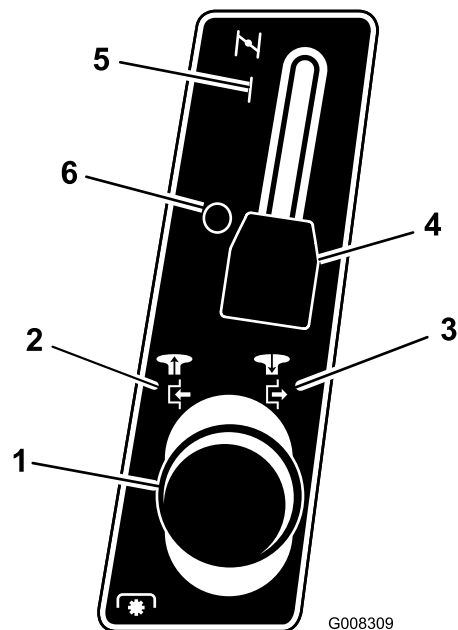

**Figure 10**
1. Ouvrez le robinet d'arrivée de carburant situé entre le réservoir de carburant et le moteur (Figure 10).